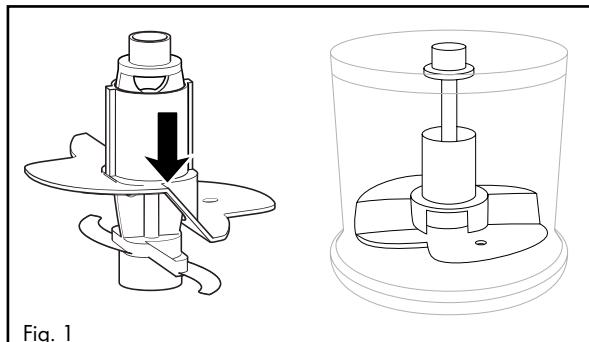

Fig. 1
- Pentru 100 ml de frișcă introduceți paletele 10 pe suportul cuștitului 5, astfel încât acestea să se sprijine pe ambele cuști 7 și să se fixeze (fig. 1):